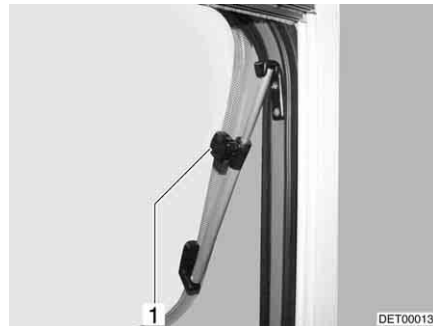

Fig. 94 Fenêtre projetante avec bras pivotant
- Ouvrir la fenêtre projetante jusqu'à la position voulue et la bloquer avec la molette (Fig. 94,1).
- Tourner la molette (Fig. 94,1) jusqu'à ce que le dispositif de blocage soit libéré.